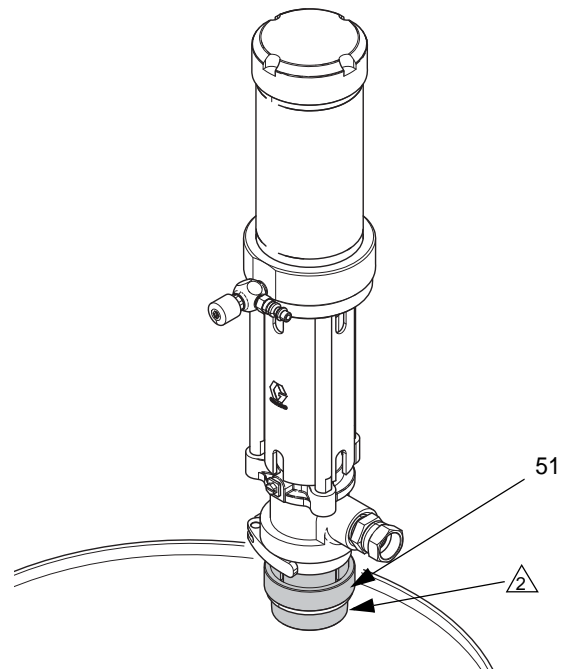

图 7
4. 润滑桶孔适配器内径部位和安装螺纹。确保垫片安放正确，并将塞适配器（51）紧紧地拧入圆桶桶孔中。将泵插入适配器并将它锁定到位。参见图 7。